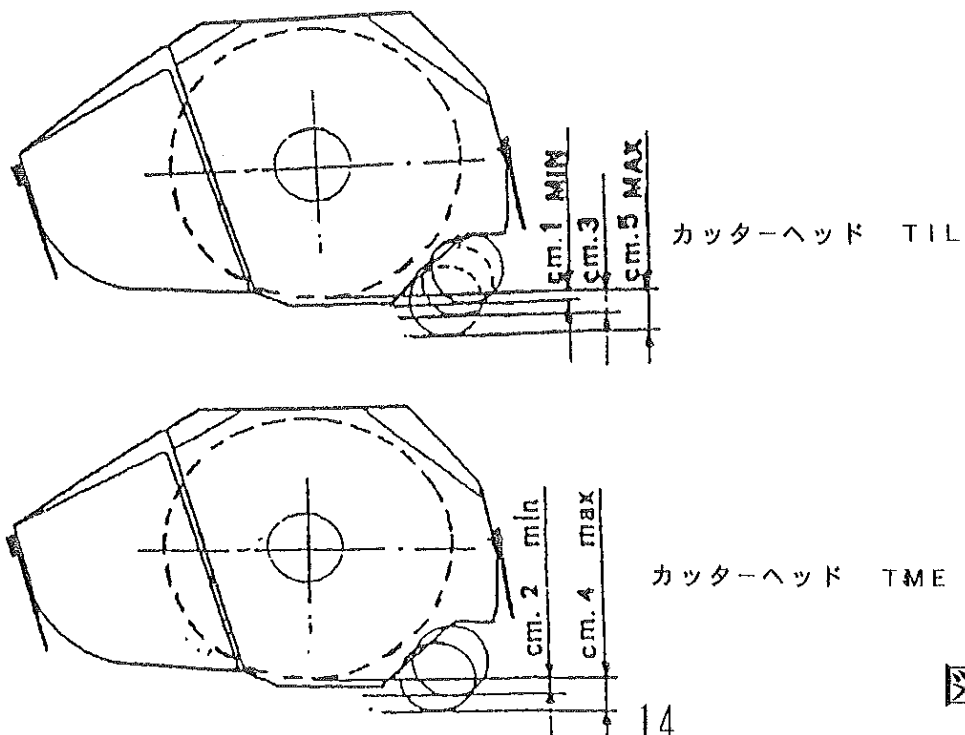

図 8
- ・ 刈り高の調整を行ないます。(図 8)
2. カッターヘッドにより調整が違いますので（図8）を参照してください。